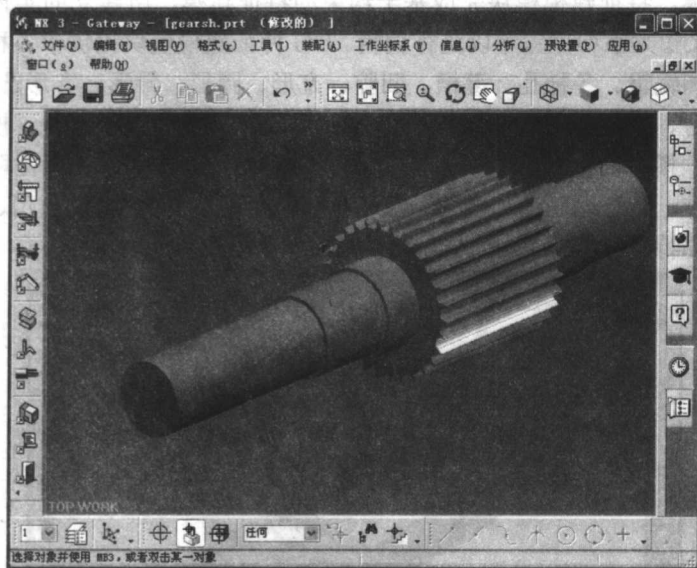

图 1.7 装配模型
- 装配建模。装配建模模块用于模拟实际的机械装配过程，利用约束将各个零件装配成一个完整的机械结构。UG 装配建模有如下特点：提供并行的自顶而下和自下而上的产品开发方法；装配模型中零件数据是对零件本身的链接映像，保证装配模型和零件设计完全双向相关，改进了软件操作性能，减少了存储空间的需求，零件设计修改后装配模型中的零件会自动更新，同时可在装配环境下直接修改零件设计；坐标系定位；逻辑对齐、贴合、偏移等灵活的定位方式和约束关系；在装配中安放零件或子装配件，并可定义不同零件或组件间的参数关系；参数化的装配建模提供描述组件间配合关系的附加功能，也可用于说明通用紧固件组和其他重复部件；装配导航；零件搜索；零件装机数量统计；调用目录；参考集；装配部分着色显示；标准件库调用；重量控制；在装配层次中快速切换，直接访问任何零件或子装配件；生成支持汉字的装配明细表，当装配结构变化时装配明细表可自动更新；并行计算能力，支持多 CPU 硬件平台。UG 创建的装配模型如图 1.7 所示。